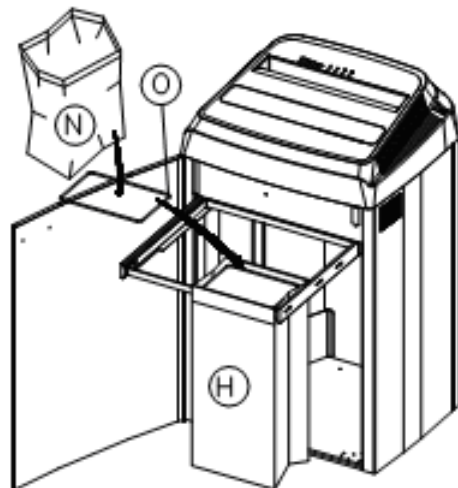

Fig. 3
Estrarre il telaio (B) come indicato in figura 1, prendere il sacchetto in plastica (N) fig.3 in dotazione ribordarlo sul quadro portasacco (O) fig. 3 e posizionarlo all'interno del sacchetto in tela (H) come indicato in figura 3.